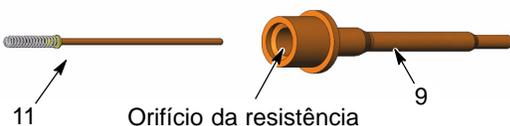

Figura 6 Remoção da resistência para fora do suporte
9. Consulte a figura 6. Retire a resistência (11) do suporte da resistência (9).
1. Consulte a figura 6. Injecte aproximadamente 0,60 centímetros cúbicos de massa dielétrica no orifício da resistência.
2. Insira a resistência (11) no suporte da resistência (9) até encostar e, depois, encha o orifício da resistência com aproximadamente 0,8 centímetros cúbicos de massa dielétrica.